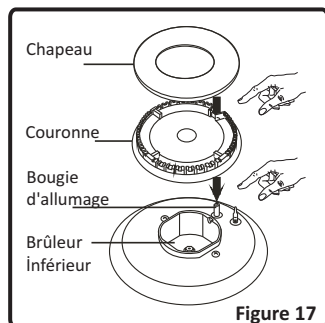

Figure 17
Après l'allumage, procédez à une vérification visuelle des flammes. Si vous voyez une pointe jaune, des flammes suspendues ou instables, fermez le robinet à gaz, et vérifiez si les chapeaux couronnes sont bien positionnés (Fig.17).
- Enlevez les grilles émaillées, les chapeaux de brûleurs et les brûleurs supérieurs (Figure 17).